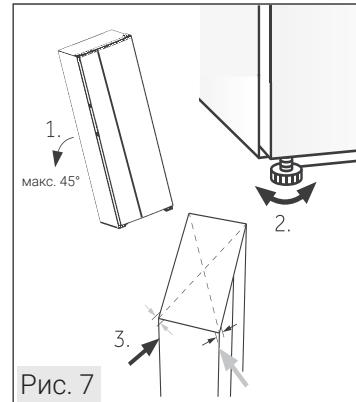

Рис. 7
1. Слегка поверните прибор назад (Рис. 7).